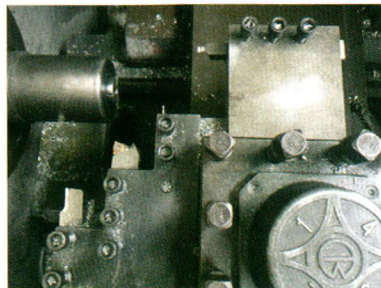

图4 刀排安装
(3) 刀排的安装(见图4)。一号刀排: 首先把刀具按顺序依次装在刀排上, 依次为外圆刀、螺纹刀和切槽刀。安装刀具的时候要确保刀尖伸出刀排距离均为20mm, 有M10的螺钉拧紧在刀排上, 装好刀具之后把刀排轴向装在机床刀架上。二号刀排: 刀具装好之后径向装在刀架上。
(4) 程序的编写。程序编写要先确定刀排装在机床刀架的是1号刀位, 刀位确定之后4把刀选用不同的刀补。外圆刀为T0101、螺纹刀为T0102、切槽刀为T0103、镗孔刀为T0104。